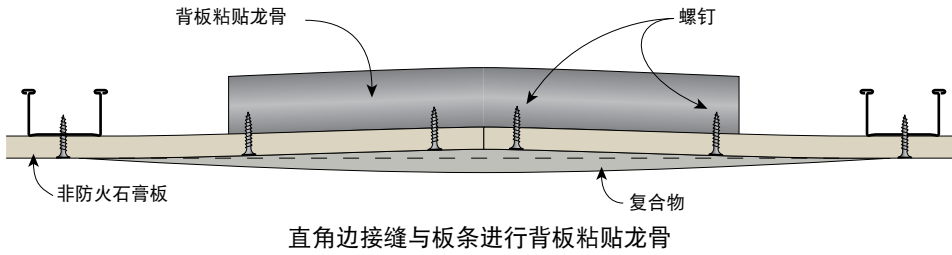
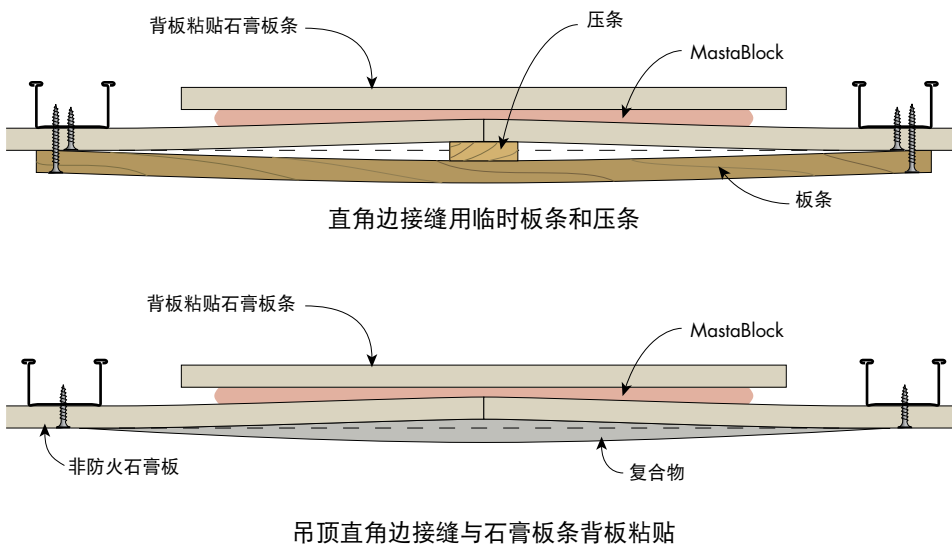
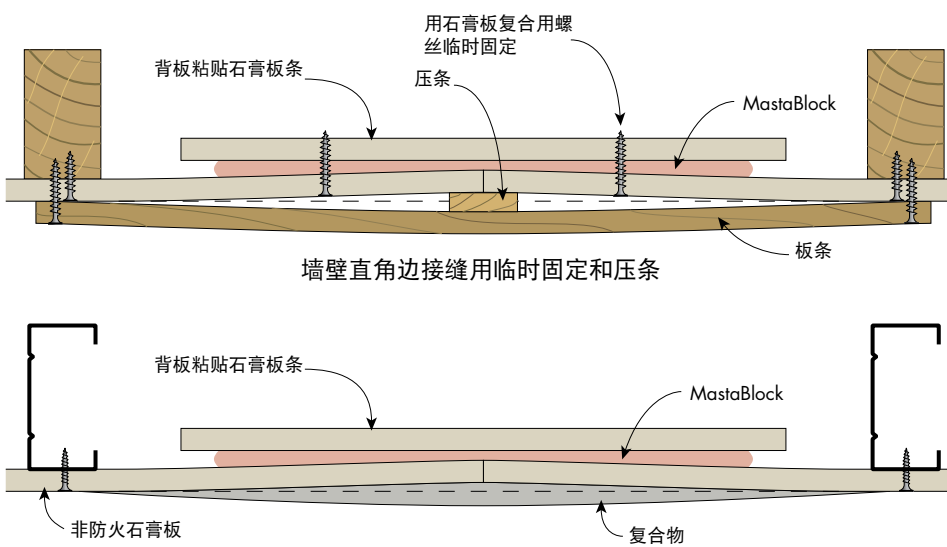

图 3：使用背板粘贴龙骨在直角边接缝处形成楔型槽 — 正面图
图 4：在对接头处形成凹槽 — 正面图
图 5：使用石膏板复合用螺丝在墙壁直角边接缝处形成楔型槽 — 正面图
- ▶ 使用背板粘贴龙骨（如图 3 所示）或压条（如图 4 和图 5 所示）以形成楔型槽。
- ▶ 墙壁直角边接缝需要为背板粘贴条提供支撑，如图 5 所示。